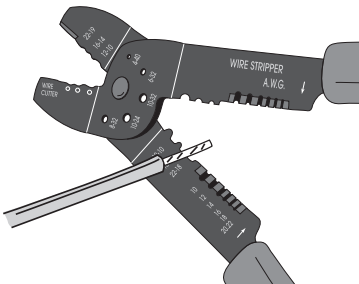

Abbildung 3
1. Die Kabel auf eine Länge von 0.5 cm abisolieren (**Abbildung 3**),